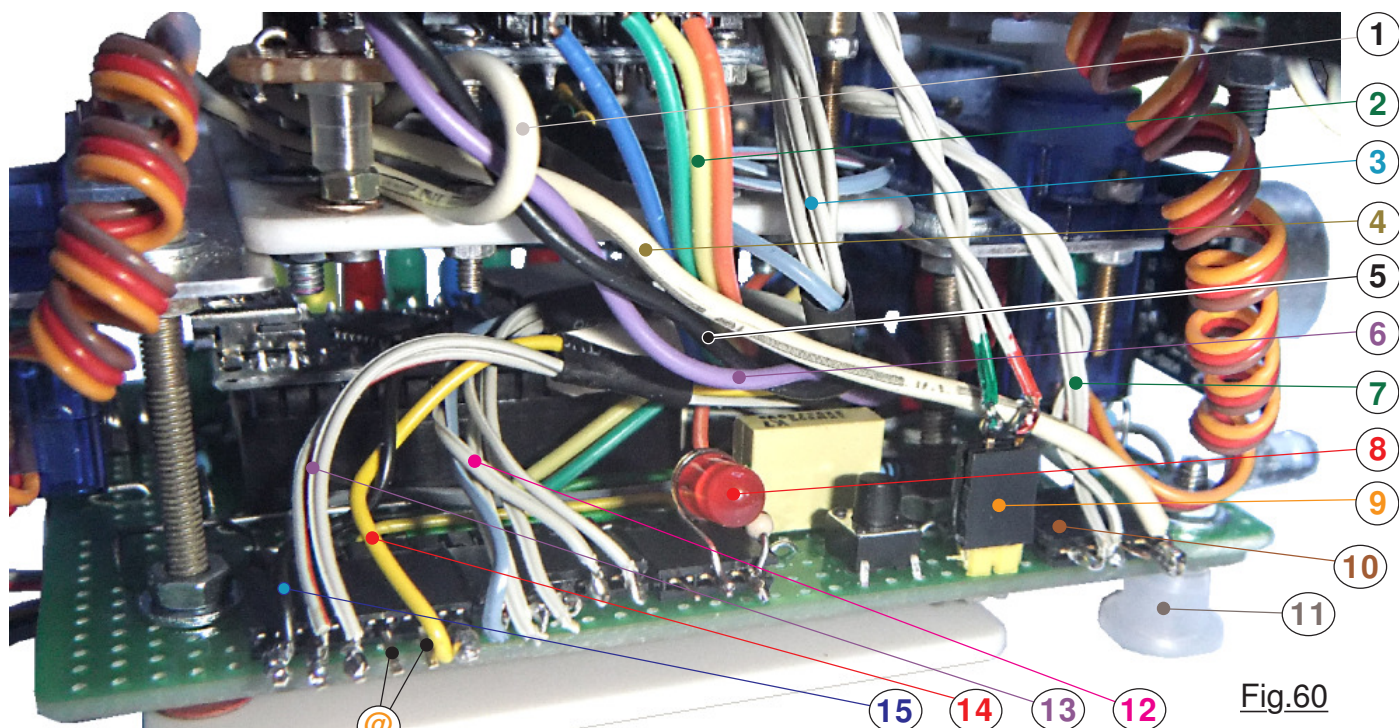

Fig.60
**P**hase ultime de concrétisation de la structure résistante de JEKERT, on a branché **la ligne d'alimentation**. Peu importe ce qui sera branché à son autre extrémité. **Sa longueur** sur le prototype **est d'environ deux mètres** ce qui me semble amplement suffisant car logiquement le petit robot ne franchira probablement jamais de longues distances. Aussi, tout au moins pour l'usage que j'en fais, deux mètres sont plus que suffisants. Revenons analyser le croquis de la Fig.28 en page 22. Le cheminement de cette ligne électrique y est représenté en violet. La structure globale est représentée en **3** pour le châssis, avec les vis longues **4** qui solidarissent le circuit imprimé principal **5** et le bouclier **6**. Sortant sur le coté du connecteur **1**, la ligne longe en **A** le flanc tribord de la sonde. (*Observez la Fig.60 sur laquelle le faisceau en zone **A** est bien visibles en **5** et*
La Fig.60 est une photographie réalisée avec la sonde en version ultime, c'est à dire celle qui se pilote avec une raquette de commande. Sur cette vue les sabots anti-basculement **11** sont en place, mais pas encore ceux du bouclier. Le bouton de RESET est parfaitement visible. Le connecteur initialement prévu pour brancher un potentiomètre supporte maintenant en **8** un petit
Contrairement à ce qui a été fait sur le prototype, le petit module LASER est le dernier à installer quand profitant de l'expérience acquise on peut travailler "linéairement". L'avantage réside dans le fait que jusqu'à la fin sa ligne souple de liaison électrique n'encombre pas inutilement l'espace. Coté branchement on donne dans de la brouille. Une petite ligne à deux fils torsadés, terminée à ses extrémités par deux petites fiches HE14 femelles à trois broches coté LASER et à deux lyres coté circuit imprimé principal. (Voir Image 1.JPG) et 9 sur la Fig.60) La longueur de cette petite ligne électrique sera suffisante pour qu'elle matérialise une boucle assez importante,